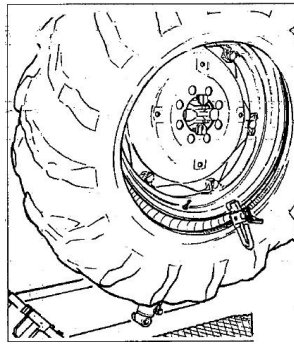

Рис. 29
- 19) Поднимите шину и закрепите щипцы с другой стороны колеса и в 20 см от вентиля справа (см. рис. 29).